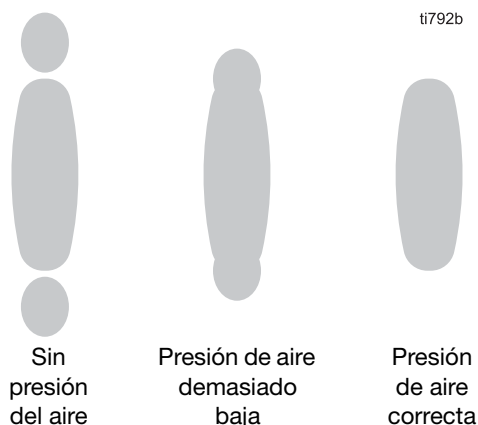

FIG. 20: Colas de atomización
- Aumente lentamente la presión de aire de entrada hasta que las colas estén completamente atomizadas y sean atraídas al centro del patrón de pulverización. Consulte la FIG. 20.